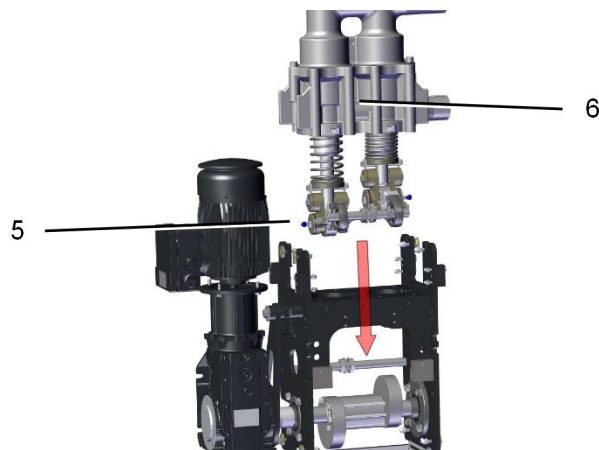

图 7-4: 横向轴的安装（安装泵单元）
1. 装入泵单元和双摇臂悬架以及横向轴 (6) (图 7-4: 横向轴的安装（安装泵单元）)。